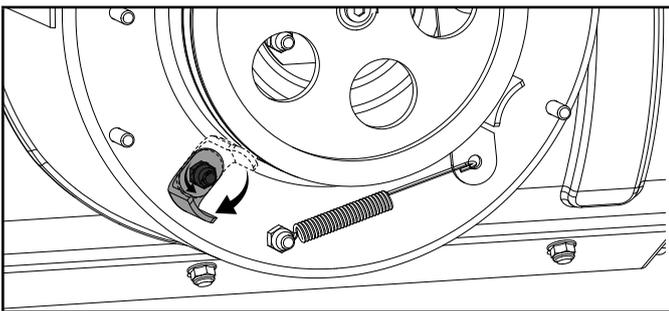

Figure 44
7. Dévissez le boulon sur le protège-courroie. (figure 44)